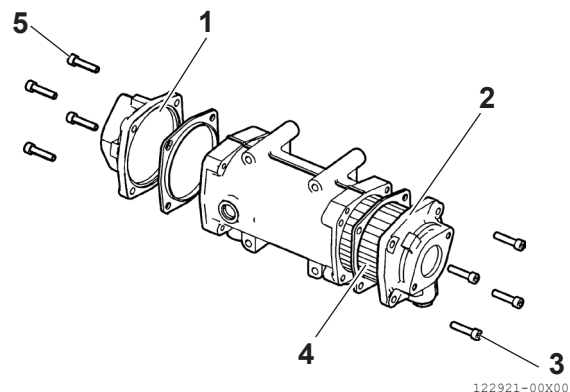

Figura 15
5. Rimuovere i coperchi (**Figura 15, (1)**) e (**Figura 15, (2)**) sul banco di lavoro o in un luogo idoneo.
6. Estrarre il fascio tubiero (**Figura 15, (4)**).
12. Serrare le viti di fissaggio (**Figura 15, (3)**) e (**Figura 15, (5)**) alla coppia prescritta.